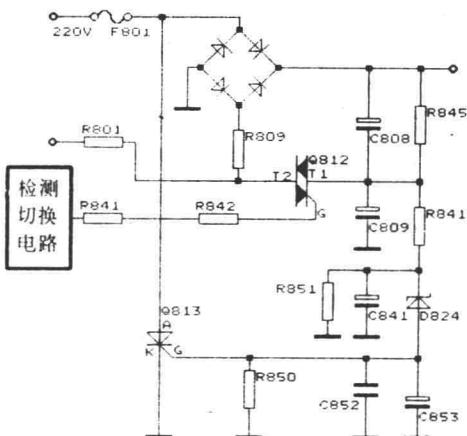

图 1
1. 整流方式错误保护：大屏幕电视一般为多制式，这就要求电源电路必须适应世界各国地区的电网电压。M16M 机芯(21 种制式)电源采用交流输入电压整流滤波自动切换电路，工作电压范围宽达 90~280V。电路工作原理见图 1 所示，整流滤波方式切换电压调整定在 160V。电压高于 160V，电路为桥式整流滤波；低于 160V，电路自动转换为二倍压整流滤波。图中若双向硅 T1、T2 短路或检测切换电路失效无法关断 Q812，电路会始终处于二倍压整流滤波方式，电容 C808 正端的直流输出电压接近交流输入电压峰值的 2 倍，这种情形是十分危险的。为此，由 R845、D824、Q813 等组成整流滤波方式错误保护电路，只要 C808 正端输出电压超出安全阀值，经 R845、R824、R851 分压，齐纳二极管 D824 雪崩击穿，Q813 被触发导通而速将输入回路熔丝 F801 烧断。